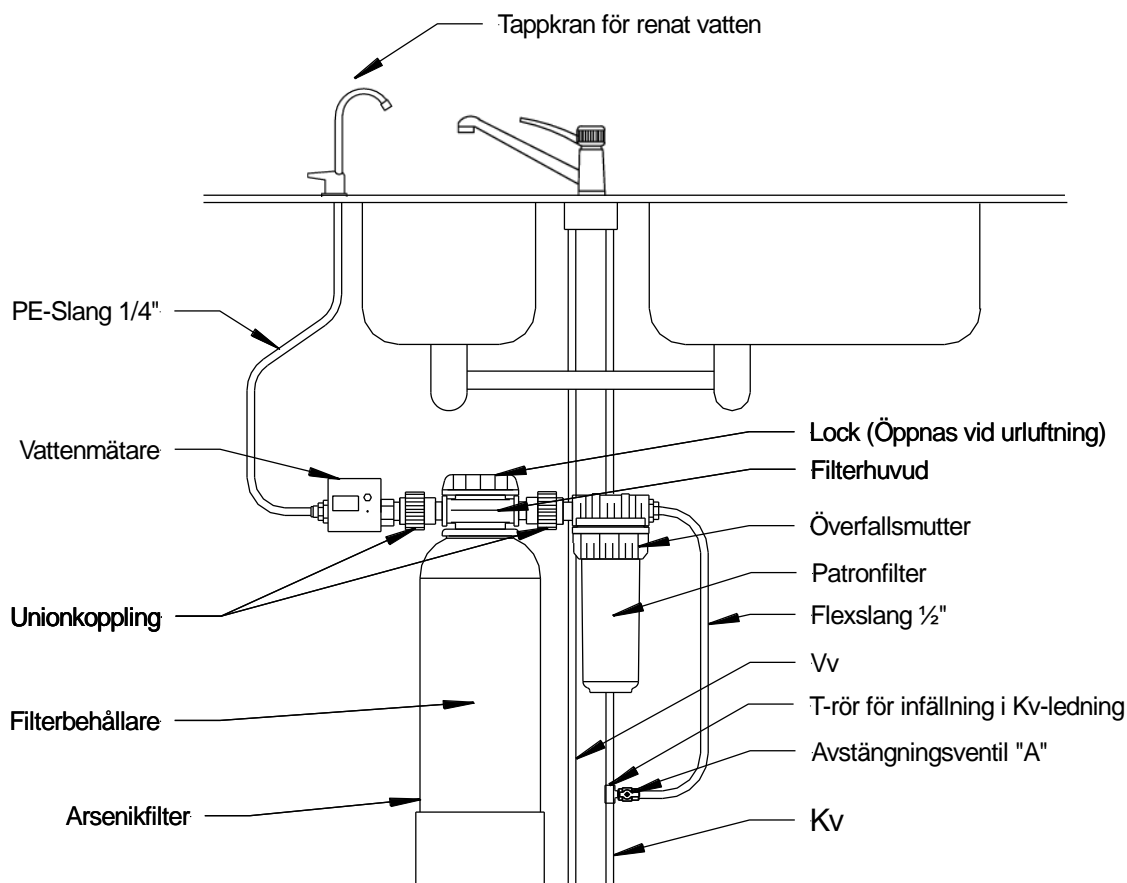

Fig. 1 Installationsschema
- Montera samman arsenikfiltret med vattenmätare och patronfilter, se fig.1. Tillse att arsenikfiltret får rätt flödesriktning, filterhuvudet är märkt med "IN" / "OUT" eller flödesriktningspilar.
- Kapa kallvattenröret och montera T-röret, se fig. 1.
- Skruva av locket på filterhuvudet (se fig. 1) och fyll filtret med vatten genom öppningen.